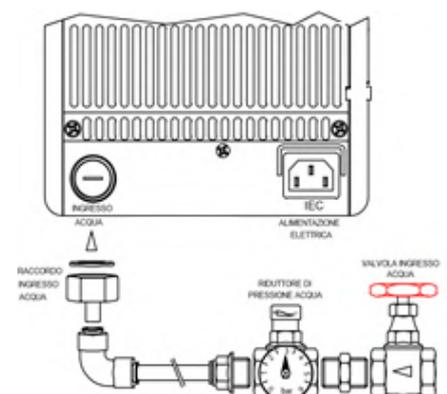

Fig. 1-12
17.3 - Predisporre il collegamento sul punto di presa idrica base allo schema indicato nel disegno, vedi Fig. 1-12.
17.5 - Il raccordo di allacciamento idrico dell'apparecchio è situato alla base del lato posteriore, nell'apposito vano allacciamenti, vedi Fig. 1-12.